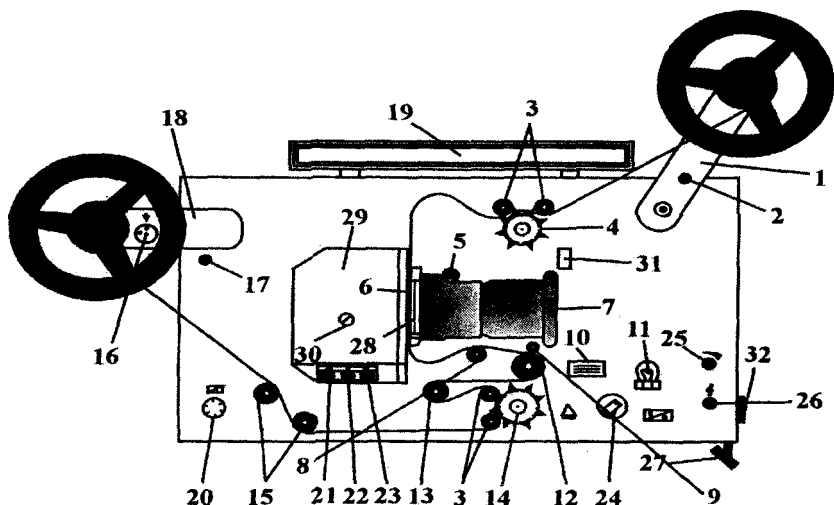

Рис. 2.1. Передняя сторона кинопроектора:
В установке "Радуга-2" кинопроектор, усилитель и громкоговоритель размещены в одном корпусе. Передняя сторона кинопроектора показана на рис. 2.1.
Наматыватель имеет переменный вращательный момент, увеличивающийся в зависимости от веса наматываемого фильма. В наматывателе есть переключатель 16 для использования бобин емкостью на 120 (60) и на 600 м (рис. 2.1).
Кронштейны размотывателя 1 и наматывателя 18 кинопроектора разворачивают и устанавливают в положение, показанное на рис. 2.1. В зависимости от того, какая бобина используется (на 120 или 600 м фильма), переключатель 16 наматывателя устанавливают в положение "120" или "600".
Затем заряжают фильм в фильмопротяжный тракт кинопроектора согласно схеме на рис. 2.1 в следующей последовательности:
Убедившись в правильности зарядки фильма в кинопроектор, необходимо установить ручку регулировки громкости 25 (рис. 2.1) в крайнее левое, а ручку регулировки тембра 26 – в среднее положение, а затем ручку переключателя типа фонограмм 24 – в положение, которое соответствует типу фонограммы используемого фильма.
***Внимание!** В случае уменьшения или увеличения верхней или нижней петель, обрыва фильма необходимо для ликвидации неполадок быстро остановить кинопроектор, нажав на кнопку 23 (рис. 2.1).*